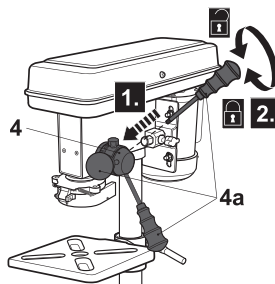

Fig. 4
- > Enrosque as pegas (4a) na transmissão do veio (4) (Fig. 4).